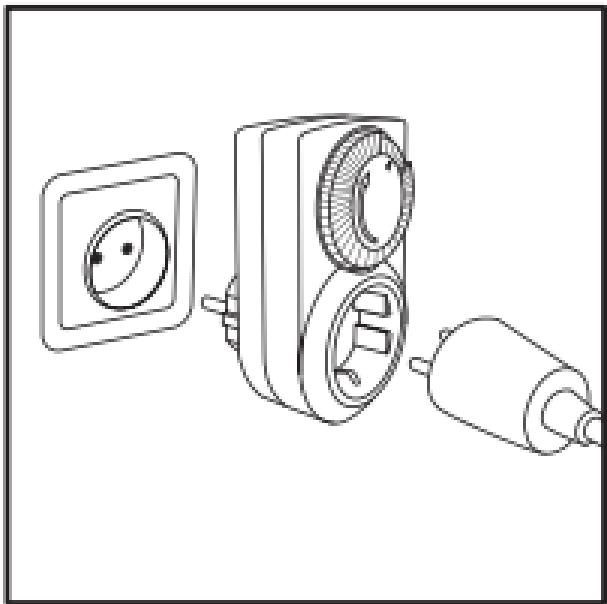

Рисунок 4. Включите розетку с таймером в сеть
5.5. Включите в розетку таймера нужный электроприбор, а сам таймер в розетку 230 В (Рисунок 4).